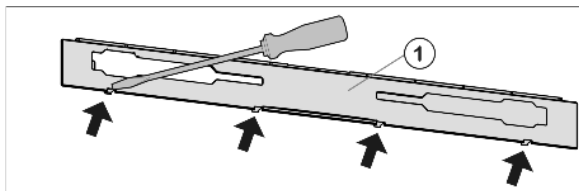

Fig. 4
- ▶ Накладку Fig. 4 (1) отожмите вперед при помощи плоской отвертки.